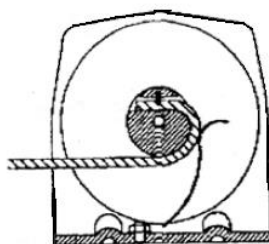

Abb. 9
- Führen Sie das Seil in die entsprechende Öffnung der Seiltrommel ein. Achten Sie darauf, dass das Seil von der richtigen Seite eingeführt wird und die Befestigungsschraube fest angezogen ist (Abb. 9).